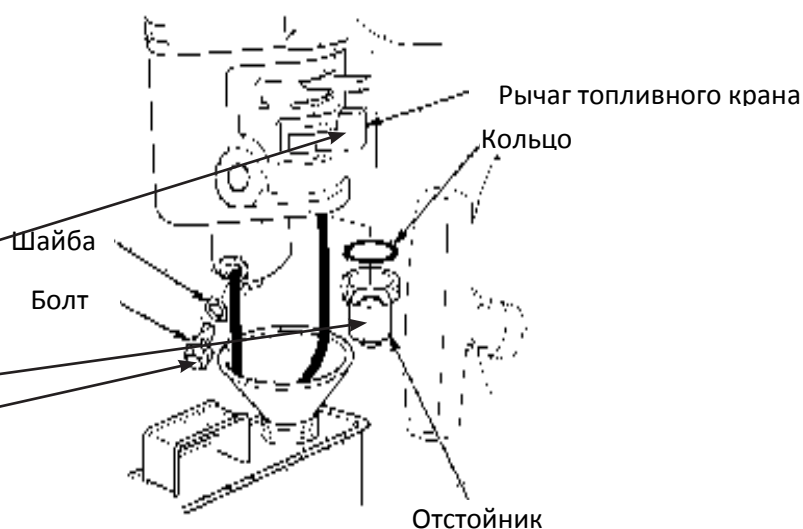

Рис.15
### ОЧИСТКА ФИЛЬТРА-ОТСТОЙНИКА КАРБЮРАТОРА (Рис.15)
1. Установите топливный рычаг в положение Off (закрыто) Рис.15